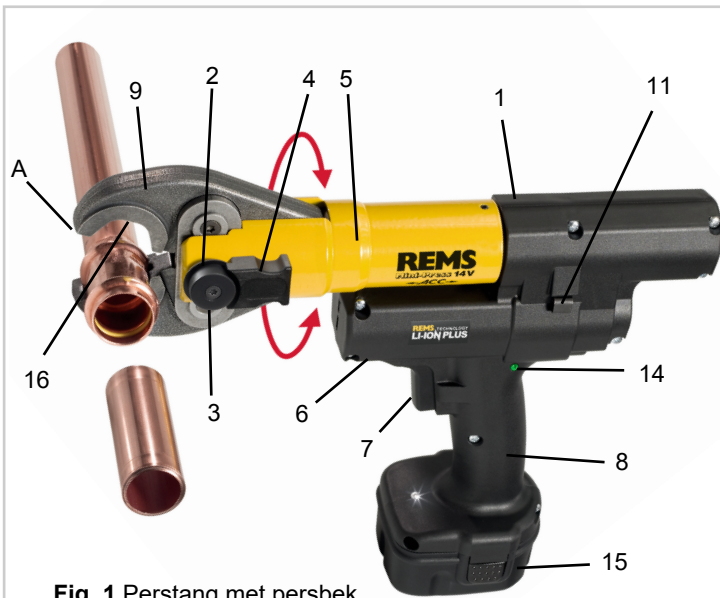
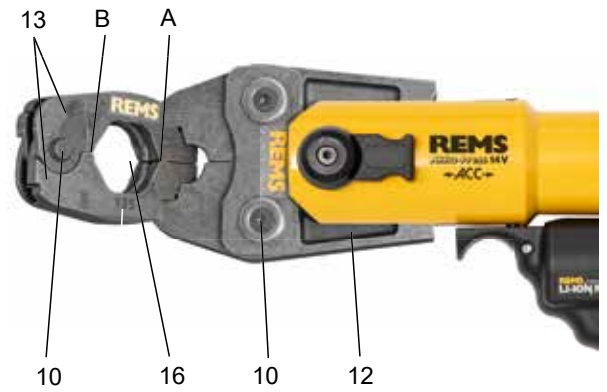

Fig. 1 Perstang met persbek
Fig. 2 Tussentang en persring 45° (PR-2B)
Verwijder de accu bij installatie en bij opbergen. Gebruik alleen de geleverde Mini perstangen die overeenstemmen met het te persen persfitting systeem. Zie hiervoor de markering met een letter (perscontour) en een cijfer (grootte). De persring 45° (13) mag uitsluitend onder een hoek van 45° ten opzichte van de tussentang Mini Z1 (12) worden aangebracht (fig. 2). De inbouw- en montagehandleiding van de fabrikant/aanbieder van het te persen persfitting systeem moet worden gelezen en nageleefd. Pers nooit met een niet-passende perstang Mini, persring en tussentang. De persverbinding kan dan onbruikbaar zijn en de machine en perstang Mini of persring en tussentang Mini zouden kunnen worden beschadigd.
Vóór elk gebruik dient een proefpersing met ingelegde persfitting te worden uitgevoerd. De perstang Mini (1) of tussentang Mini (12) moeten hierbij mechanisch in de aandrijfmachine passen en volgens de voorschriften vergrendeld kunnen worden. Bij de perstang Mini (fig. 1) of persring 45° (fig. 2) moet na het voltooiën van de persing worden gecontroleerd of de persbekken (9) of persring (13) bij 'A' volledig gesloten zijn. De dichtheid van de verbinding moet eveneens worden gecontroleerd (nationale voorschriften, normen enz. in acht nemen). Ontstaat bij het sluiten van de perstang een duidelijke braam aan de pershuls, dan kan de persing fout zijn.
Bij gebruik van 45° systeem (fig. 2): leg de persring (13) om de persfitting en tussentang Mini (12) in de aandrijfmachine en vergrendel de tanghouderbout. Duw de tussentang Mini (12) met de hand zo ver samen, dat de tussentang Mini aan de persring kan worden aangelegd. Laat de tussentang Mini los, zodat de radiussen/halve bollen van de tussentang Mini stevig op de aanzetbouten/kogelschalen van de persring zitten en de persring goed op de persfitting vastzit. Houd er rekening mee dat de persring uitsluitend onder 45° mag worden aangebracht.
Druk de perstang Mini met de hand samen, zodat ze samen met de aandrijfmachine van de persfitting kan worden afgetrokken. Bij gebruik van 45° systeem (fig. 2): druk de tussentang Mini met de hand samen, zodat ze samen met de aandrijfmachine van de persring kan worden afgetrokken. Open de persing met de hand, zodat hij van de persfitting kan worden afgetrokken.